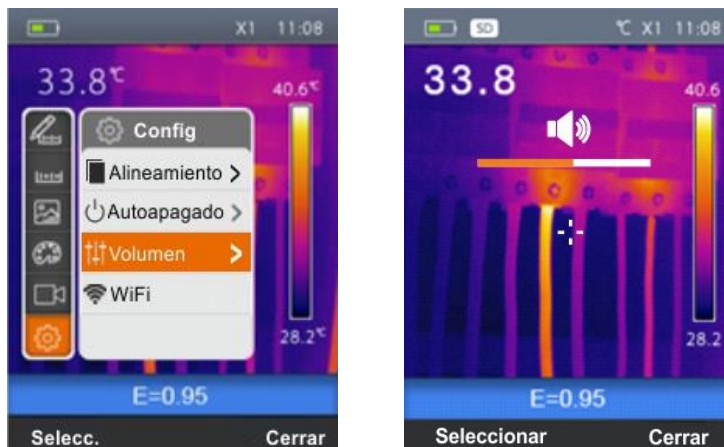

Fig. 15: Configuración nivel volumen
1. Seleccione el texto "Volumen" con las teclas $\oplus$ o $\ominus$ y pulse la tecla . La pantalla de Fig. 15 – Parte derecha se muestra en el visualizador